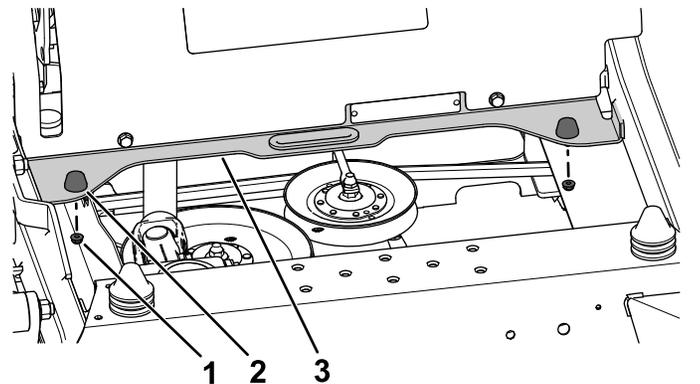

Bild 11
2. Entfernen Sie die beiden Sicherungsmutter ( $\frac{1}{4}$ "") vom Gummianschlag an der Querstrebe (Bild 11).